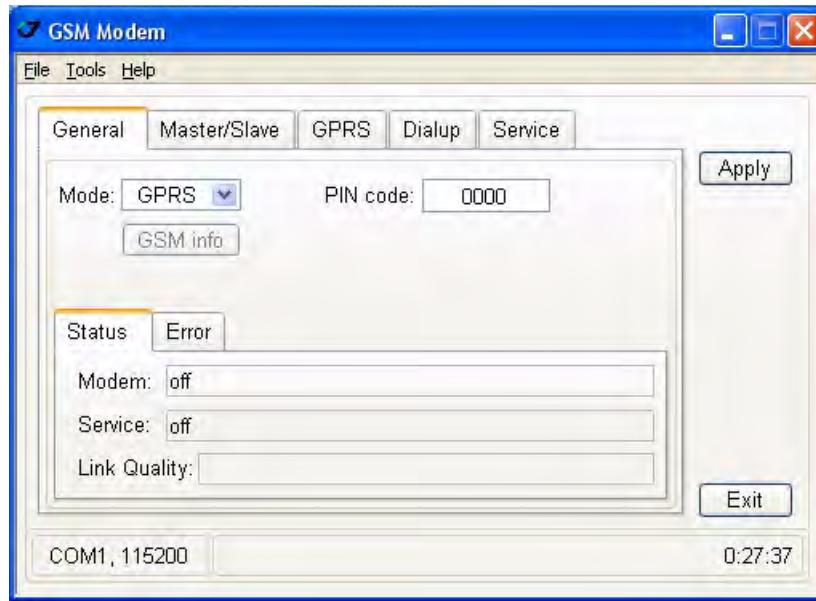

Рисунок 29. Закладка General
1. В закладке *General* установите следующие параметры (Table 15) и нажмите *Apply* (Рис. 29 на стр. 46). В данной закладке отображается статус модема, сервисный статус и возможные ошибки.